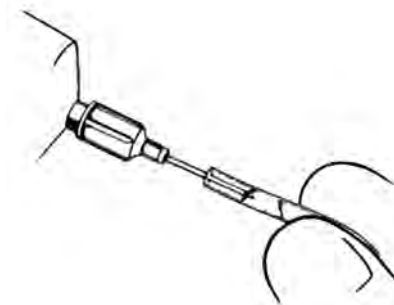

Figure 4-32. Rincer la tubulure et le connecteur
3. À l'aide d'une aiguille de calibre 22 et d'une seringue de 10 cc remplie de solution de remplissage, rincer le connecteur et la tubulure (**Figure 4-32**) de sorte à éliminer tout l'air et toute trace de particule éventuels.